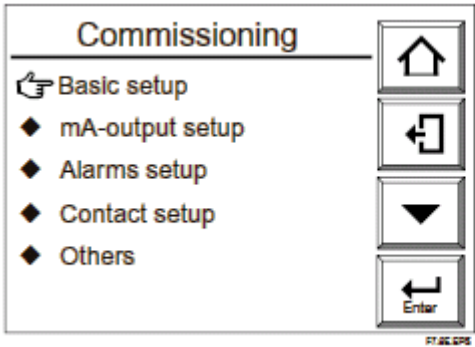

图 7.6 设置显示
- (1) 按设置键。
- (2) 使用▼键选择设置并按[ENTER]键。
- (3) 在密码显示中，按[ENTER]键。如果要重新设置密码，输入新密码（详见 8.6.4 节“密码”，本手册的后半部分）。
- (4) 在图 7.6 给出了设置显示。选择“Basic Setup”并按[ENTER]键。